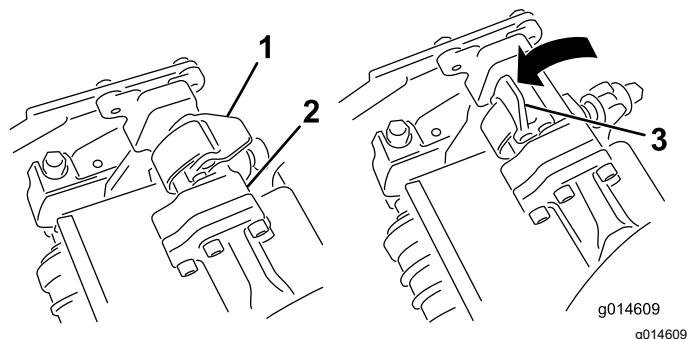

图 58
4. 当悬挂臂杆上的闩锁指向上方即打开时图 58 向下压悬挂臂使悬挂臂杆与滚刀组上方的支架相契合图 59。
5. 向下并绕着滚刀组横杆关闭闩锁将它们锁定到位图 58。
5. 打开您正在拆下的滚刀组悬挂臂上的门锁图 58。